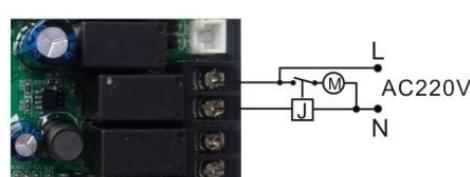

Рис. 9
F. Если источник питания больше 5A, то подключение воздушного насоса показано на рис. 9.